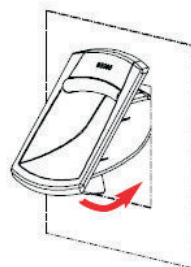

Fig.1
- **Wzmocniony włóknem szklanym technopolimer na bazie poliamidu (PA).** Odporny na rozpuszczalniki, oleje, smary i inne czynniki chemiczne
- **Mocowanie przez zatrzaśnięcie** (patrz poniższe instrukcje : Fig.1; Fig 2).
górną część uchwytu wprasować w płytę (rys. 1) a następnie docisnąć dolną część aż zadziała mechanizm zatrzaśkowy (rys. 2).